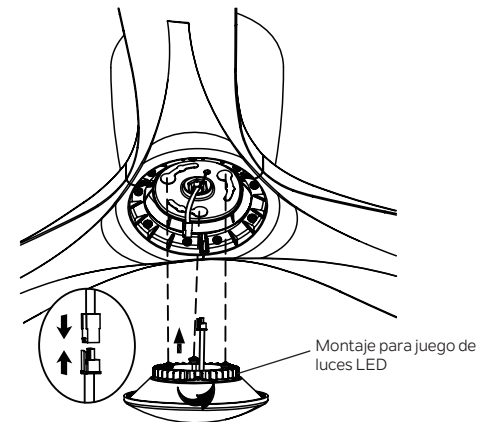

Figura 14
**Paso 1:** Sostenga el montaje para juego de luces LED, cierre el motor y junte los conectores de clavija. (Figura 14)
**Paso 2:** Meta las conexiones cuidadosamente en el montaje para juegos de luces LED, levante el montaje para juego de luces LED hasta el motor y gire los tornillos hasta el extremo estrecho de los orificios rasgados del motor. Asegúrese de que todos los tornillos encajen en su lugar y ya no giren. (Figura 14)